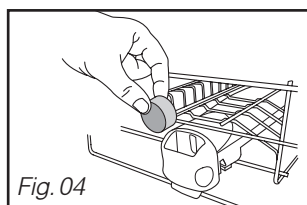

Fig. 04
• **Les pastilles "multifonctions" ou classiques (Fig 04 et 05)**
- Disposez la pastille dans le compartiment extérieur (Fig 04),